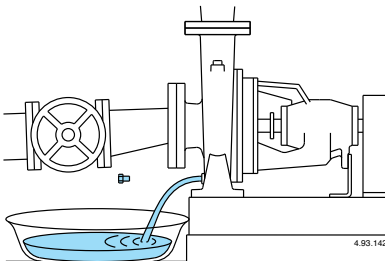

Abb. 9 Entleerung.
**Wird die Pumpe nicht eingesetzt, so muß sie bei Frostgefahr vollständig entleert werden (Abb. 9).**